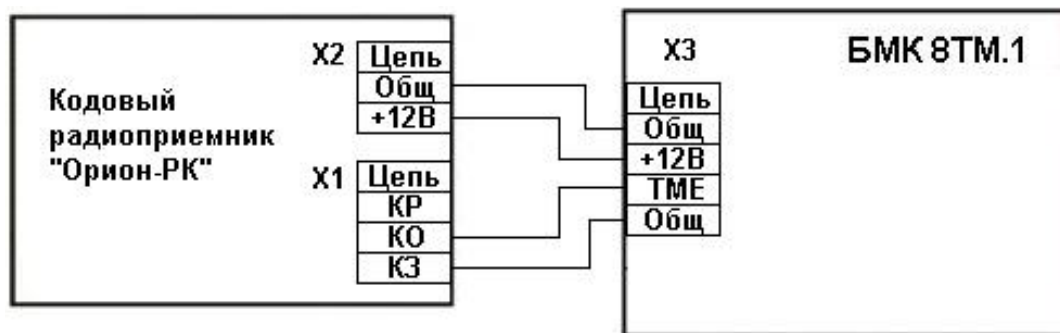

Рисунок 3 - Схема підключення кодового радіоприймача «Оріон-РК»
**8.11** При необхідності керування приладом за допомогою радіокомплекта «Оріон-РК» підключити кодовий радіоприймач радіокомплекта до приладу згідно рис. 3 (поставляється по окремому замовленню). У такому випадку приладом не можна буде управляти за допомогою ключів Touch Memory.